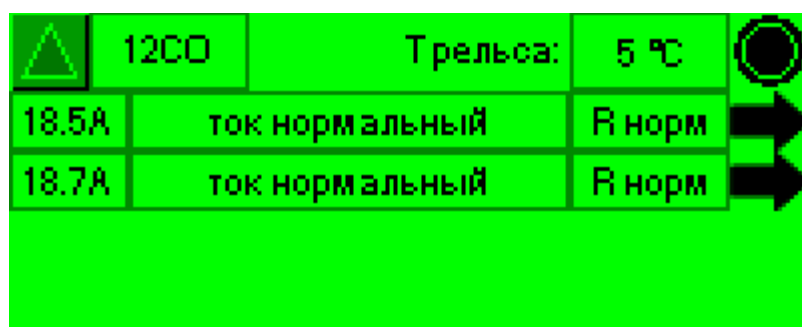

Рисунок 11 – Диагностический экран ИПШ
1.4.4.4 Диагностический экран (рисунок 11) содержит информацию о состоянии обогрева выбранного стрелочного перевода (поканально) а также показания датчиков, задействованных в работе выбранного комплекта обогрева и аварийные сообщения.